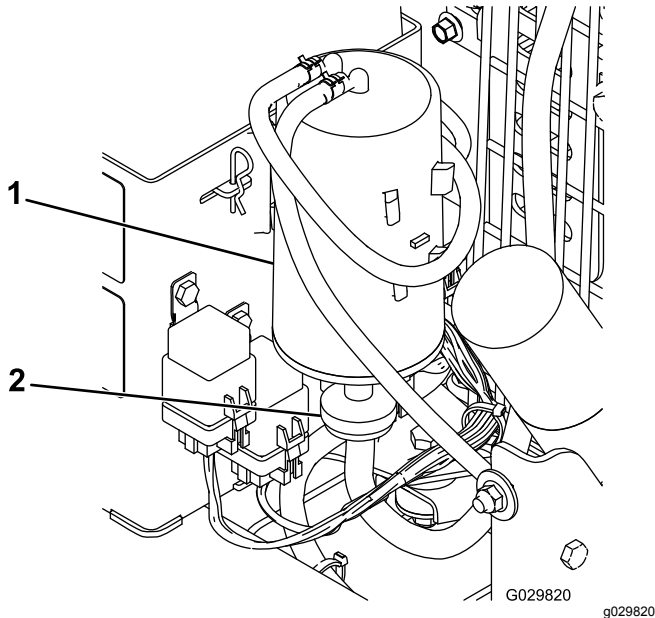

Figura 17
2. Retire y deseche el filtro de aire del cartucho de carbón (Figura 17)